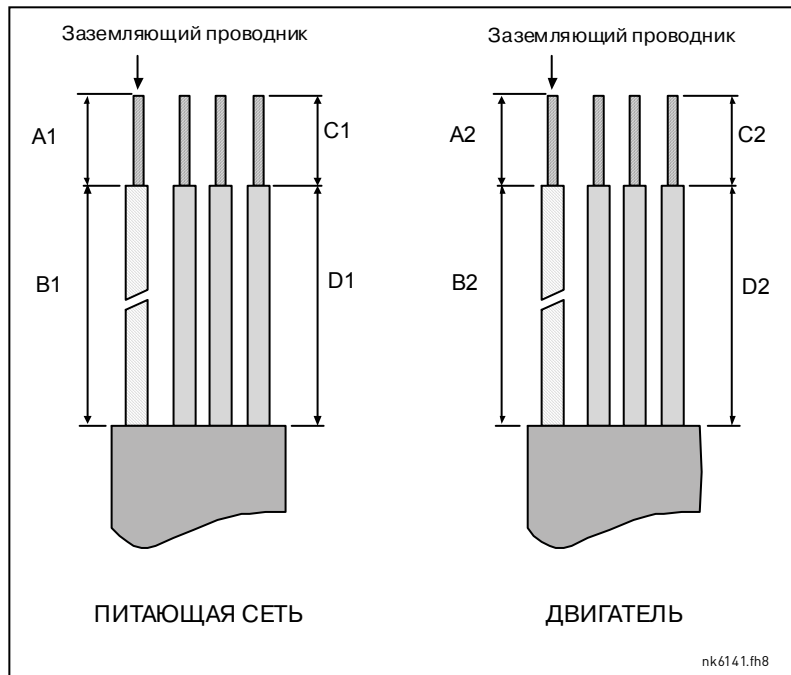

Рисунок 6-б. Зачистка кабелей
6. Закрепите сальники в месте входа кабеля на корпусе преобразователя частоты пятью винтами M4x10 screws (**рис. 6**). Закройте крышку преобразователя частоты.